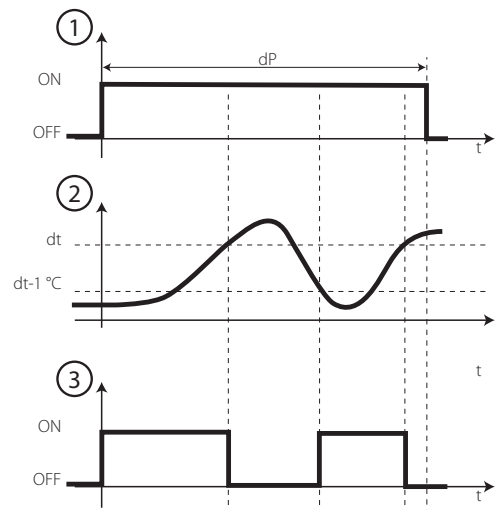

Fig. 4.g
- Zeitabhängig bei elektrischer, temperaturgeregelter Abtauung; für eine programmierbare Zeit: der Abtauausgang wird nur aktiviert, wenn die Temperatur unter der Schwelle für Abtauende liegt, was Energieeinsparung und eine Abtauung des Verdampfers auch unter extremen Bedingungen garantiert (siehe Fig. 4.g).